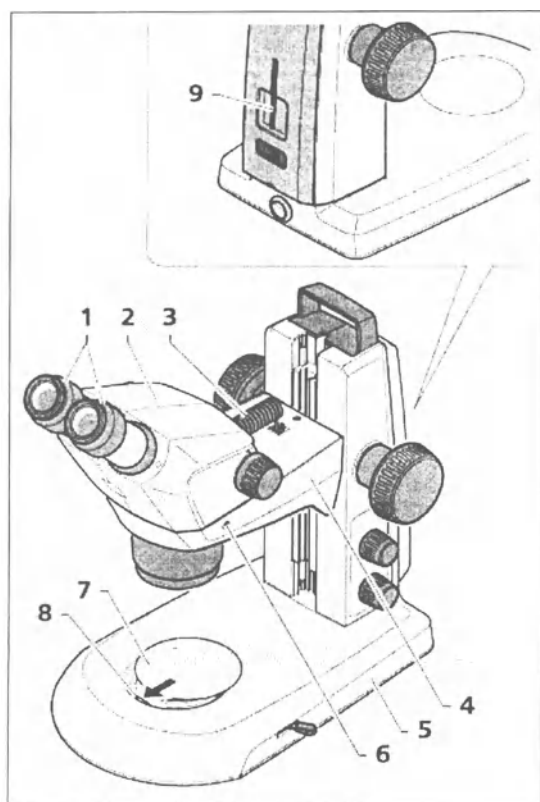

Рис. 10. Установка микроскопа
- Если корпус Stemi 305 (рис. 10/2) еще не установлен, вставьте его в опору Stemi (рис. 10/4), выполните его выравнивание и закрепите при помощи зажимного винта (рис. 10/6).
Необходимый торцевой ключ (рис. 10/9) находится в основании в задней части прибора.
- Если два окуляра (рис. 10/1) еще не установлены, вставьте их до упора в тубус окуляра.
- Вставьте соединительный кабель (рис. 10/3), поставляемый вместе с прибором, в гнездо на корпусе Stemi и в гнездо на опоре Stemi.
- Вставьте стеклянную вставку или черно-белую пластиковую вставку (рис. 10/7) в опору на основании штатива.
Для этого надавите на стеклянную вставку или черно-белую пластиковую вставку до пружины (рис. 10/8) и зафиксируйте ее.